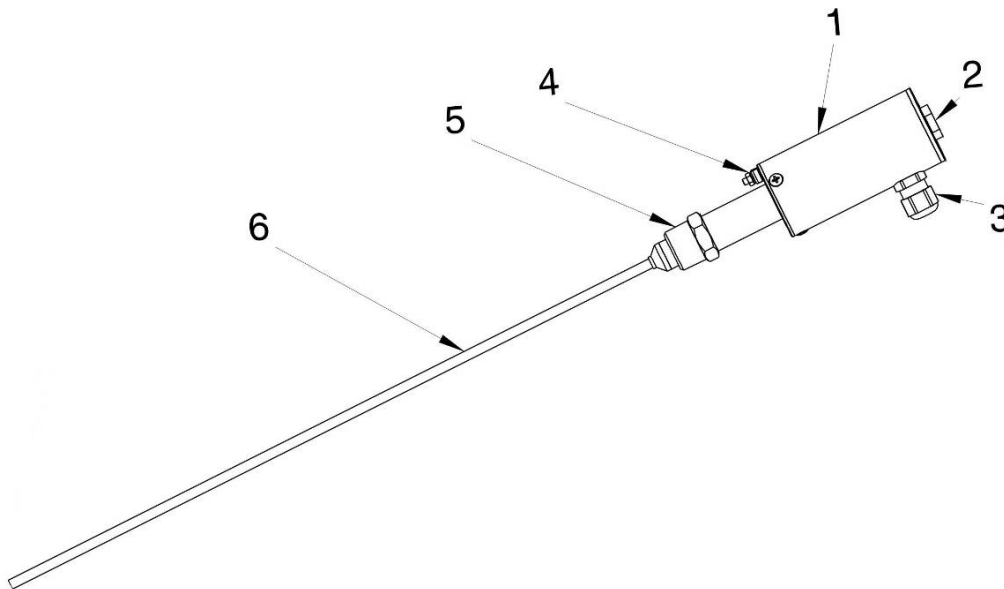

Figura 1: El sensor de nivel de llenado CONDURIX
La estructura del sensor de nivel de llenado CONDURIX está representado en Figura 1 como versión con unidad a rosca. En el cabezal de la sonda (1) del sensor de nivel de llenado se encuentra la zona de conexión y ajuste protegida por la tapa (2). La conexión eléctrica se realiza por medio de un racor de atornillado para cables M16x1,5 (3) y un borne roscado o una conexión por enchufe M12. Solo es necesario el uso del borne (4) de compensación de potencia (conexión a tierra) para la versión CONDURIX Mono (véase el capítulo 5 Conexión eléctrica). Sobre el tubo del cuello de la sonda se encuentra una unidad a rosca (5) o una brida (no se muestra en la figura) para el montaje del sensor en el depósito.